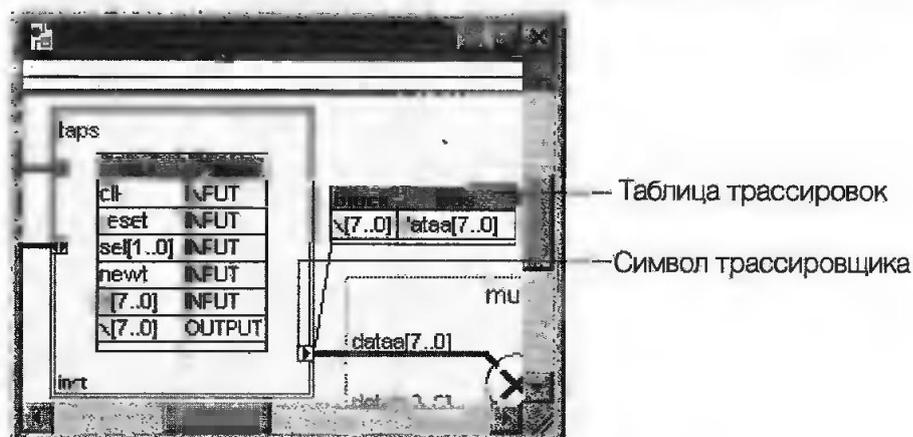

Рис. 3.28
8. Нажмите кнопку **OK** — сигнал $dataa[7..0]$ добавится к шине и появится таблица, в которой будут показаны сигналы, соединенные со входом $dataa[7..0]$ функционального элемента **mult** (рис. 3.28).